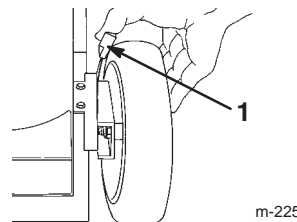

Figure 12
1. Tirez le levier de réglage de hauteur vers la roue (Fig. 12) et amenez-le à la position voulue.